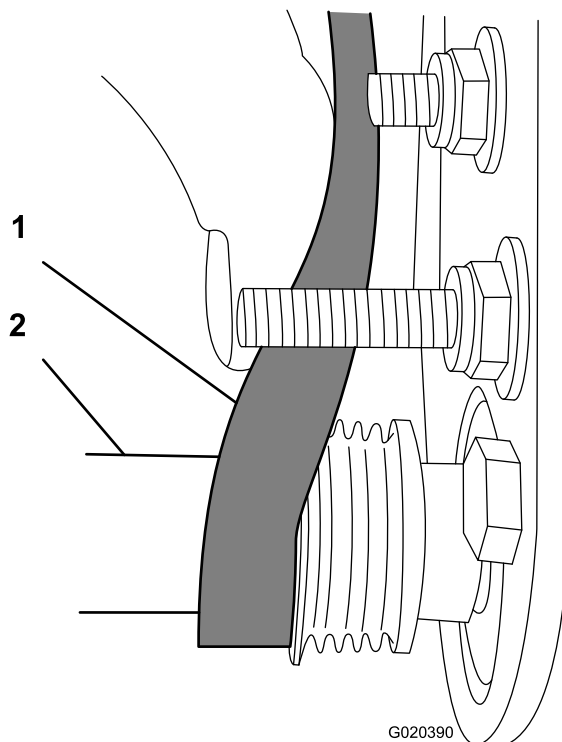

Bild 15
- Verlegen Sie den Riemen von der **Antriebsriemenscheibe** ausgehend (Bild 15).
- Drehen Sie die Bürste mit einem 9/16"-Sechskantschlüssel und verlegen Sie den Riemen auf der Antriebsriemenscheibe (Bild 15).